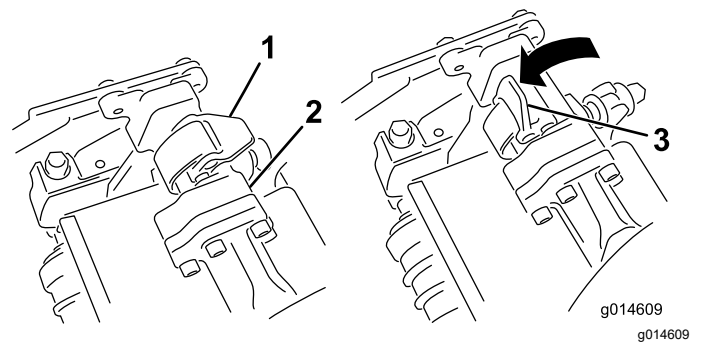
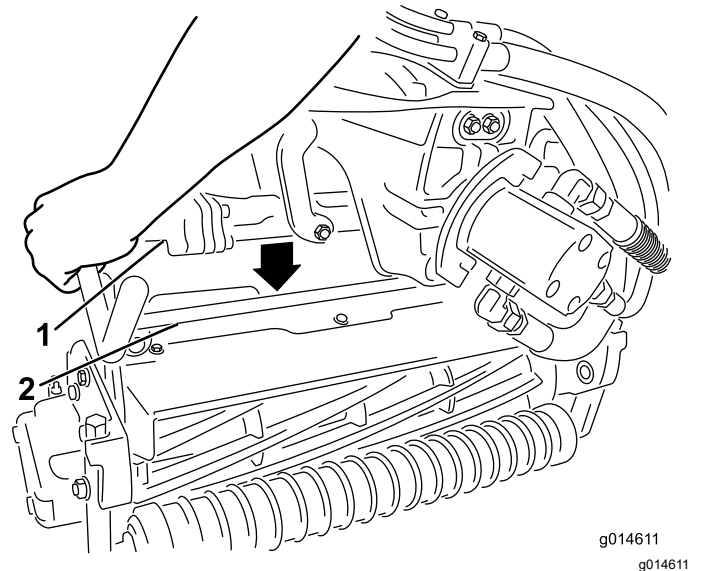

Figure 47
Figure 48
4. Fermez les verrous autour de la barre de l'unité de coupe et bloquez-les en place (Figure 47).
3. Les verrous de la barre de bras de suspension étant orientés en haut (c.-à-d. ouverts) (Figure 47), poussez le bras de suspension vers le bas pour que la barre s'engage sur la barre transversale au sommet de l'unité de coupe (Figure 48).
4. Ouvrez les verrous sur la barre du bras de suspension appartenant à l'unité de coupe que vous voulez déposer (**Figure 47**).